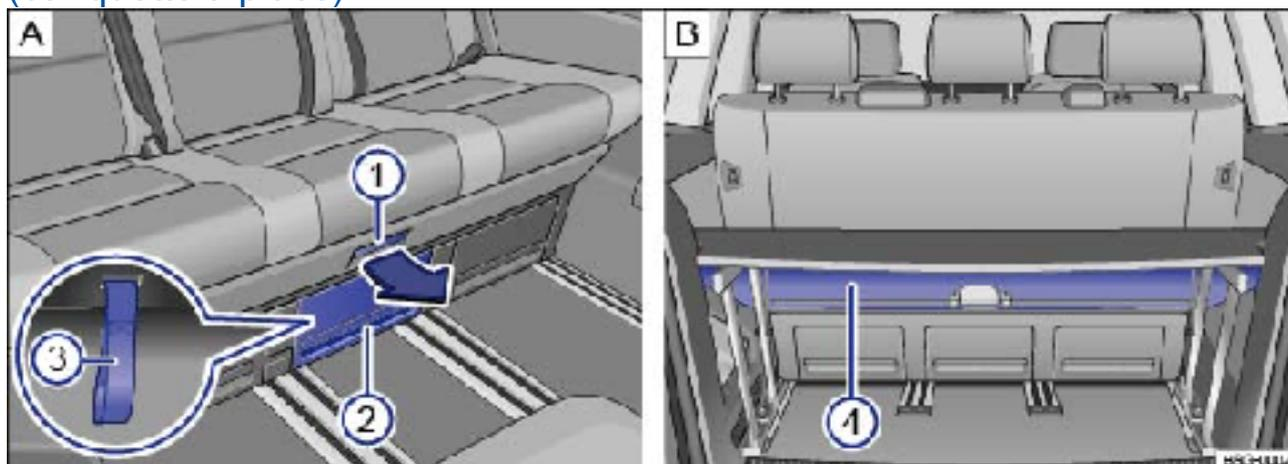

Fig. 18 Dans le séjour et dans le coffre à bagages : éléments de commande à l'avant de la banquette triplace et sur la planche Multiflex
Rabattez vers le haut la surface avant ⇒ Fig. 18④ **B** de la planche Multiflex.
Tirez entièrement le levier ⇒ Fig. 18① **A** de sorte que le repère rouge soit visible.